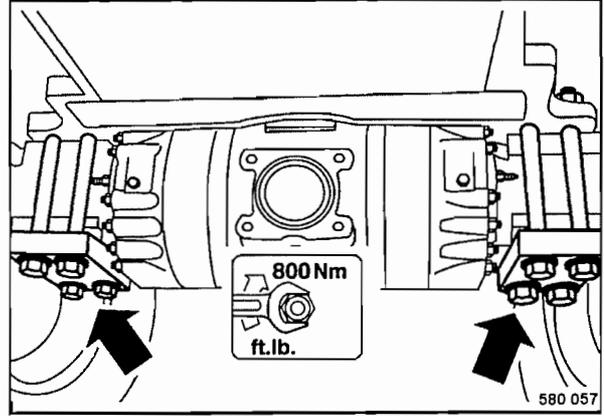

Fig. 93
- Comprobar el asiento fijo de todas las tuercas de fijación de los pernos de fijación del eje (Fig. 93).